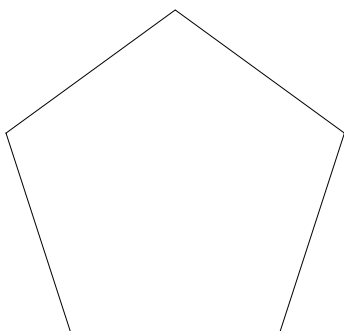

图3-12 素材图形
- 01 执行“文件”|“打开”命令，打开“第3课3.2.1.dwg”素材文件，如图3-12所示。